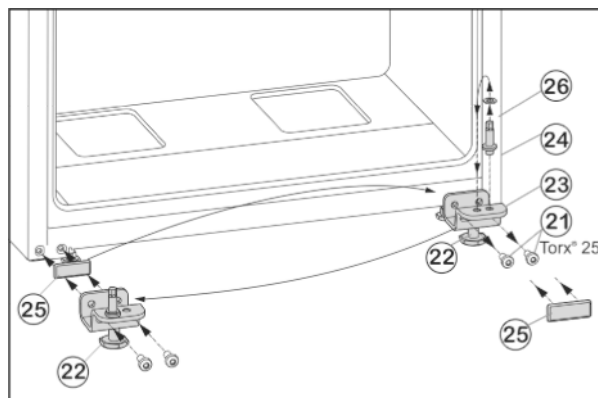

Fig. 6
- ▶ Upevňovací šrouby Fig. 6 (21) odšroubujte.
- ▶ Vyměňte spodní stojan ložiska Fig. 6 (23) i s ložiskovým čepem Fig. 6 (24), podložkou Fig. 6 (26) a seřizovací nožkou Fig. 6 (22).
- ▶ Ložiskový čep Fig. 6 (24) kompletně odšroubujte i s podložkou Fig. 6 (26), přemístěte do protilehlého upínacího otvoru stojanu ložiska a opět přišroubujte.
- ▶ Krycí desku Fig. 6 (25) opatrně sejměte a přemístěte ji na protější stranu.
- ▶ Spodní stojan ložiska Fig. 6 (23) opět kompletně, i s ložiskovým čepem Fig. 6 (24), podložkou Fig. 6 (26) a seřizovací nožkou Fig. 6 (22), případně s pomocí akumulátorového šroubováku **silou (4 Nm)** našroubujte na nové straně závěsu dveří.
- ▶ Spodní dveře nasadte shora na ložiskový čep Fig. 6 (24).
- ▶ Seřizovací nožku Fig. 6 (22) na spodním stojanu ložiska Fig. 6 (23) vytáčejte, až dosedne na zem.